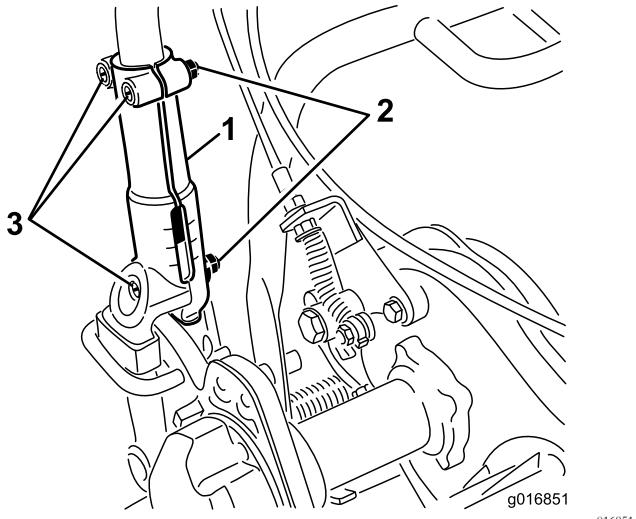

図 31
1. ハンドルを左右のハンドルクランプに固定しているキャリッジボルトとナット各3をゆるめる図 31。